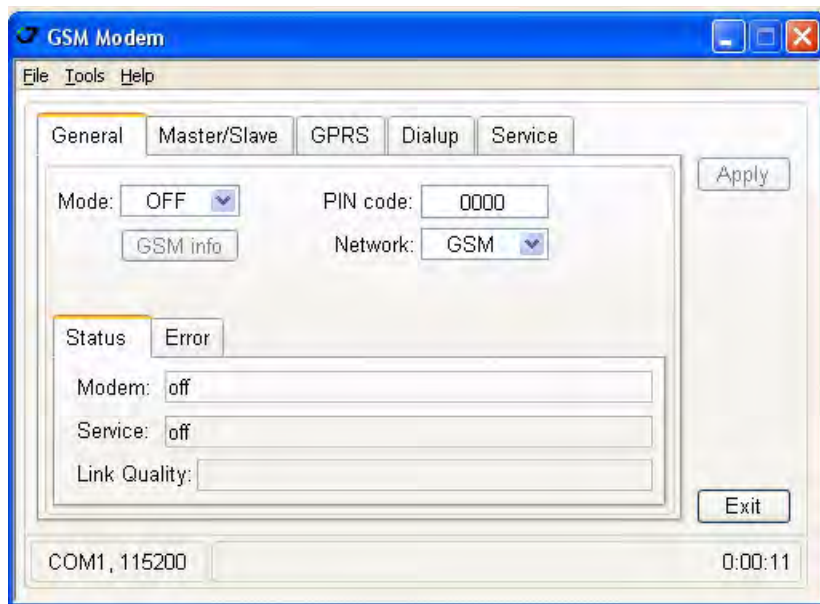

Рисунок 27. Закладка General
- В закладке *General* настройте следующие параметры (Table 13) и нажмите *Apply* (Рис. 27 на стр. 44).
- В закладке *Master/Slave* настройте следующие параметры (Table 14) и нажмите *Apply* (Рис. 27 на стр. 44).